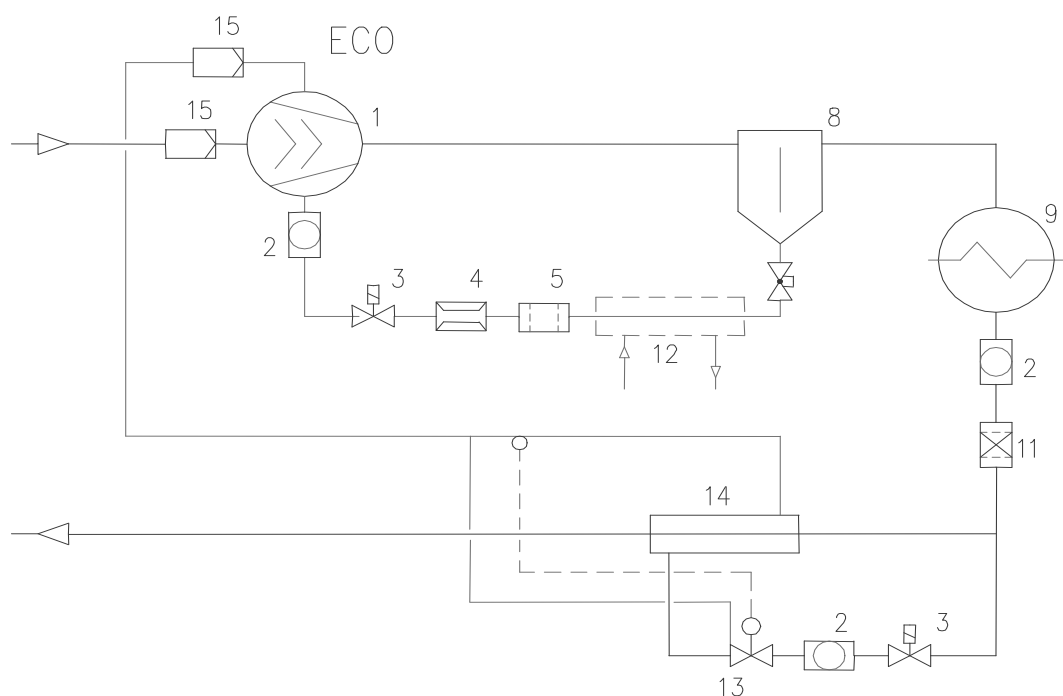

Рисунок 12-А: контур экономайзера с системой предварительного охлаждения
На Рисунок 12-А показан контур экономайзера. Теплообменник (поз. 14) предварительно охлаждает жидкость, поступающую из конденсатора (поз. 9) теплом, передаваемым потоку хладагента, поступающим из линии хладагента и регулируется в терморегулирующем вентиле (13) до среднего давления впрыска. Перегретый пар, выходящий из теплообменника, впрыскивается через канал экономайзера и смешивается с всасываемым газом, уже находящимся в несколько сжатом состоянии, поступающим из испарителя.